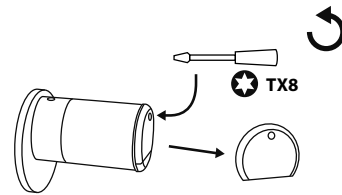

Abb. 159
- 1 Lösen Sie mit dem beigegeführten Schraubendreher TX8 auf der Innenseite der Tür am vorderen Ende des Knaufs die Schraube und klappen Sie das Deckel auf. Die Schraube kann nur bis zum Öffnen des Deckels ausgedreht werden und fällt nicht heraus. (Abb. 159).